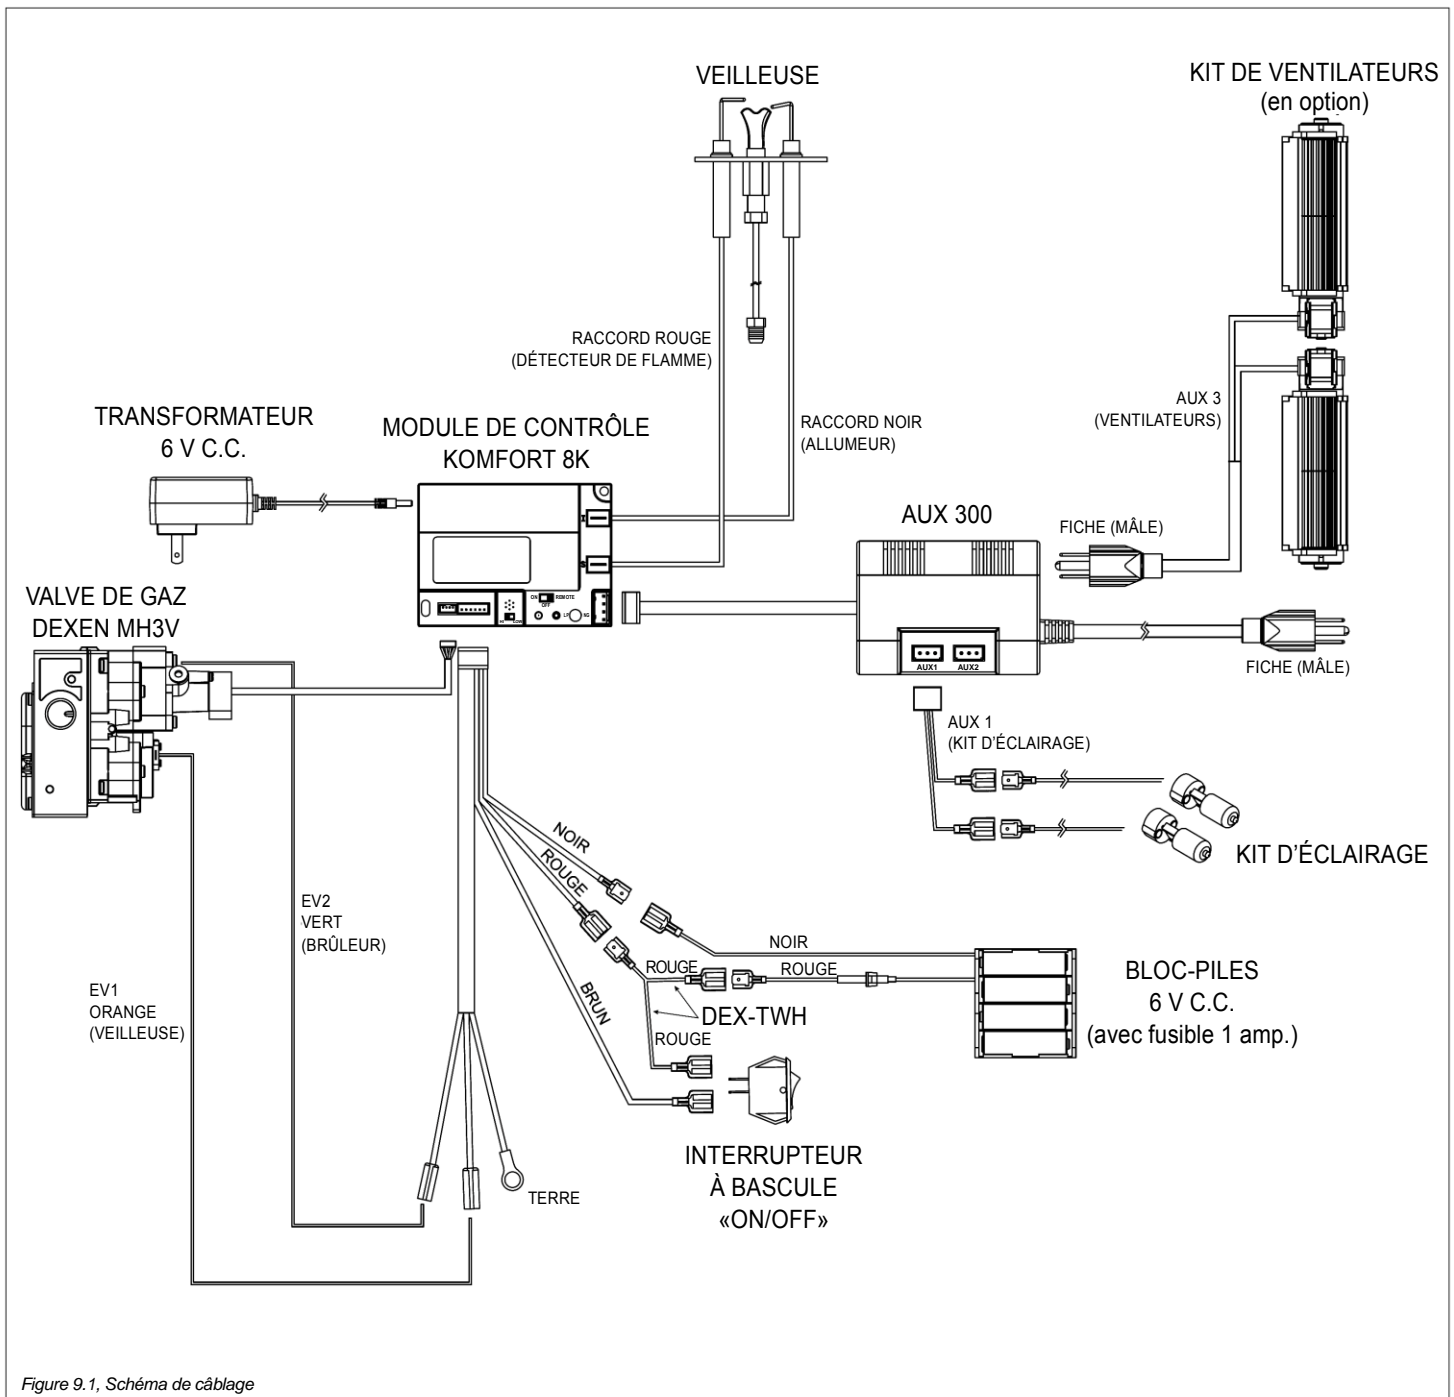

Figure 9.1, Schéma de câblage
Le schéma de câblage de cet appareil est illustré à la **FIGURE 9.1** (voir ci-dessous).
9. Branchez la fiche du cordon des ventilateurs dans la prise de courant AUX3 du module AUX 300. Voir la FIGURE 9.1 (page 34).
3. Installez (3) piles AAA (incluses dans le paquet de pièces) dans le logement à piles de la télécommande.
5. Connectez le ventilateur au module AUX 300 (FIGURE 9.1, page 34).